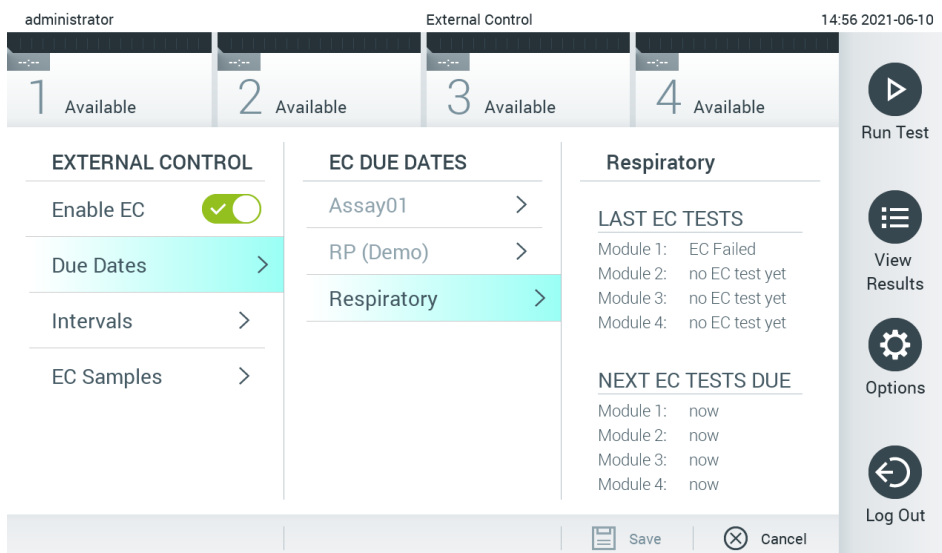

図 51.External Control Due Dates (外部コントロールの期日) 画面。
3. **Due Dates** (期日) を選択してから、リストからアッセイを選択し、アッセイおよび解析モジュールによって前回の外部コントロール検査が実行された日と次回の外部コントロール検査を実行すべき日を確認します (図 51)。